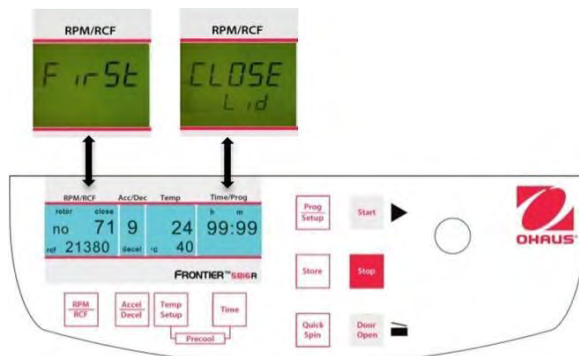
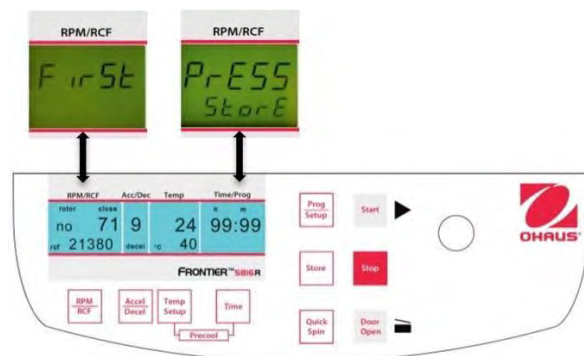

Figure. 23
Figure. 24
Fermer le couvercle de la centrifugeuse. Procéder dorénavant selon la description précédente afin de définir tous les paramètres importants de la centrifugation. Si le couvercle n'est pas fermé lors de la mémorisation du programme, les mots **"FirSt"** et **"CLOSE Lid"** (voir la figure 23) clignotent alternativement sur l'affichage **"RPM/RCF"** (A-1). Si la centrifugation doit être démarrée sans mémorisation du programme, les mots **"First"** et **"PrESS StoreE"** (voir la figure 24) clignotent alternativement sur l'affichage **"RPM/RCF"** (A-1).
Pour adapter les données, appuyer sur la touche **"Store"** (12) (voir les figures 23 et 24) pendant 1 seconde environ. Si le programme est correctement mémorisé, le mot **"Store"** apparaît sur l'affichage **"RPM/RCF"** (A-1). Ceci aura pour effet de faire disparaître le mot **"programm"** (M10). Aussitôt après avoir libéré la touche **"Store"** (12), le mot "programm xx" (M10) réapparaît avec xx correspondant à l'emplacement du programme choisi. Si tous les numéros de programme sont occupés, l'utilisateur peut choisir un ancien numéro qui n'est plus actuellement utile et y introduire simplement les nouveaux paramètres.